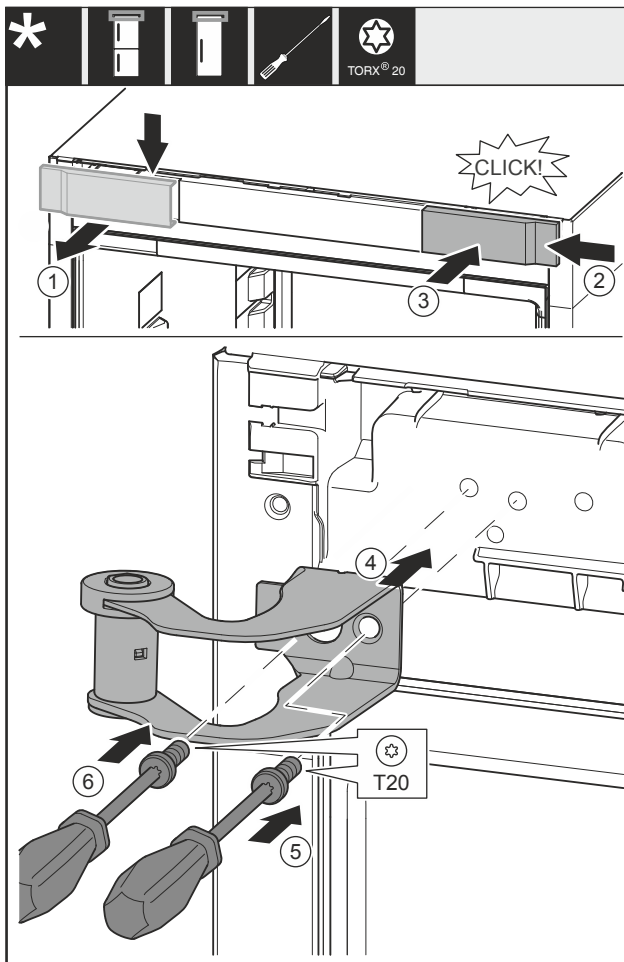

Fig. 12
- Зніміть кожух Fig. 12 (1) зверху рухом уперед.
- Поверніть кришку Fig. 12 (2) на 180° і повісьте її з іншого боку праворуч.
- Зафіксуйте кришку Fig. 12 (3).
- Встановіть верхній опорний кронштейн Fig. 12 (4).
- Затягніть гвинт Fig. 12 (5).
- Затягніть гвинт Fig. 12 (6).